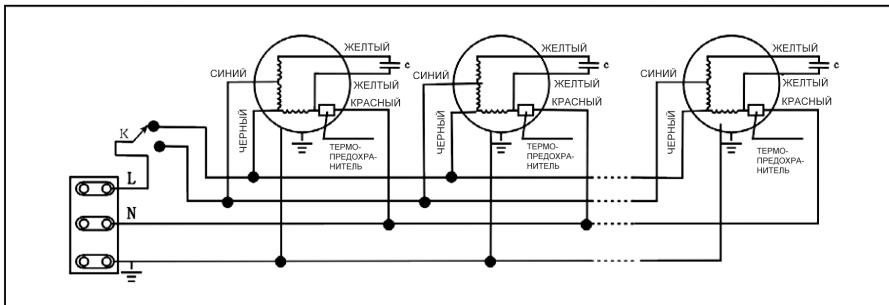

Рис. 10 – Схема электрическая для завес с кнопочным управлением
7.4.1 Схема электрическая для завес с кнопочным управлением в соответствии с рис. 10